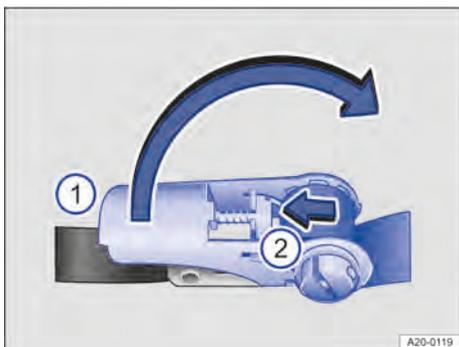
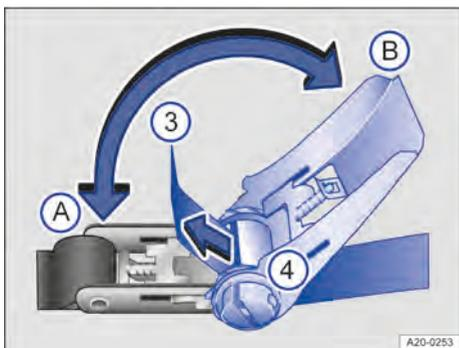

Fig. 124 Soltar e apertar a alavanca no cinto com catraca.
Fig. 125 Soltar e apertar a alavanca no cinto com catraca.
- Pressionar o cursor → Fig. 124 ② no sentido da seta para fora.
- Mover a alavanca → Fig. 124 ① para a posição → Fig. 125 ②.
- Puxar o cadarço do cinto de segurança → Fig. 125 ③ por trás pelo eixo com fenda ④ e apertar o cinto.
- Mover a alavanca → Fig. 124 ① alternadamente entre as posições → Fig. 125 ① e ② para trás e para frente até que o cadarço do cinto tenha se enrolado duas a três vezes ao redor do eixo com fenda → ▲.
- Pressionar o cursor → Fig. 124 ② para fora e mover a alavanca → Fig. 124 ① para a posição → Fig. 125 ①. A catraca está fechada e travada.
- Retirar o cinto com catraca → Fig. 125 ③ da catraca.